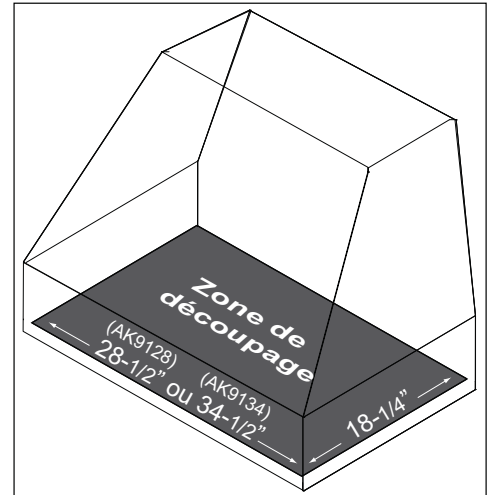
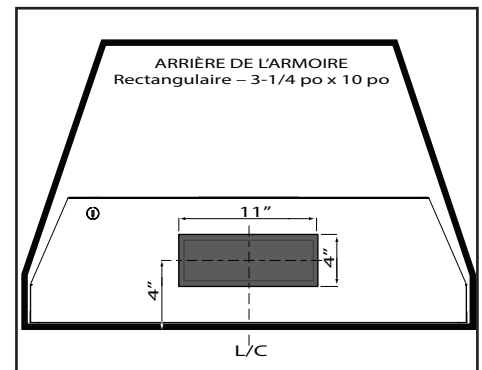

FIG. 1
FIG. 2
2. Pratiquez une ouverture dans la partie inférieure de l'armoire selon les dimensions apparaissant à la FIG. 1. Si le conduit est installé horizontalement, pratiquez également une ouverture à l'arrière de l'armoire (s'il y a lieu). FIG. 2.